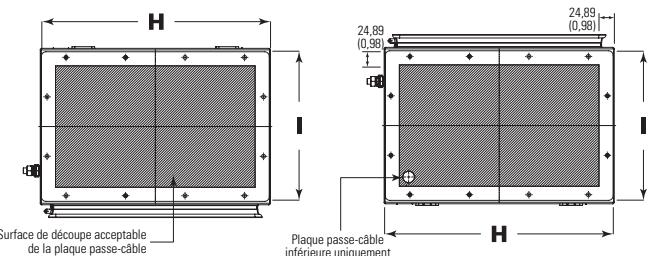

Figure 2 : Plan dimensionnel de la plaque passe-câble
- Choisir un emplacement qui sera assez résistant et rigide pour supporter le disjoncteur principal STE et tous ses composants. Pour le montage, n'utiliser que du matériel en acier inoxydable d'une résistance appropriée. Installer les deux (2) vis de montage inférieures, sans les serrer.
- Aligner avec les vis installées le boîtier pourvu de deux (2) supports de montage fendus. Tout en maintenant le boîtier en place, installer les deux (2) vis supérieures et serrer les deux (2) vis inférieures. Serrer fermement toutes les vis autour du boîtier avant de retirer le support.
- Retirer les plaques passe-câble et percer les entrées de conduits désirées conformément au tableau d'espacement pour les moyeux Myers™ (sous la section « Données techniques ») et au plan dimensionnel de la plaque passe-câble (se reporter à la figure 2).